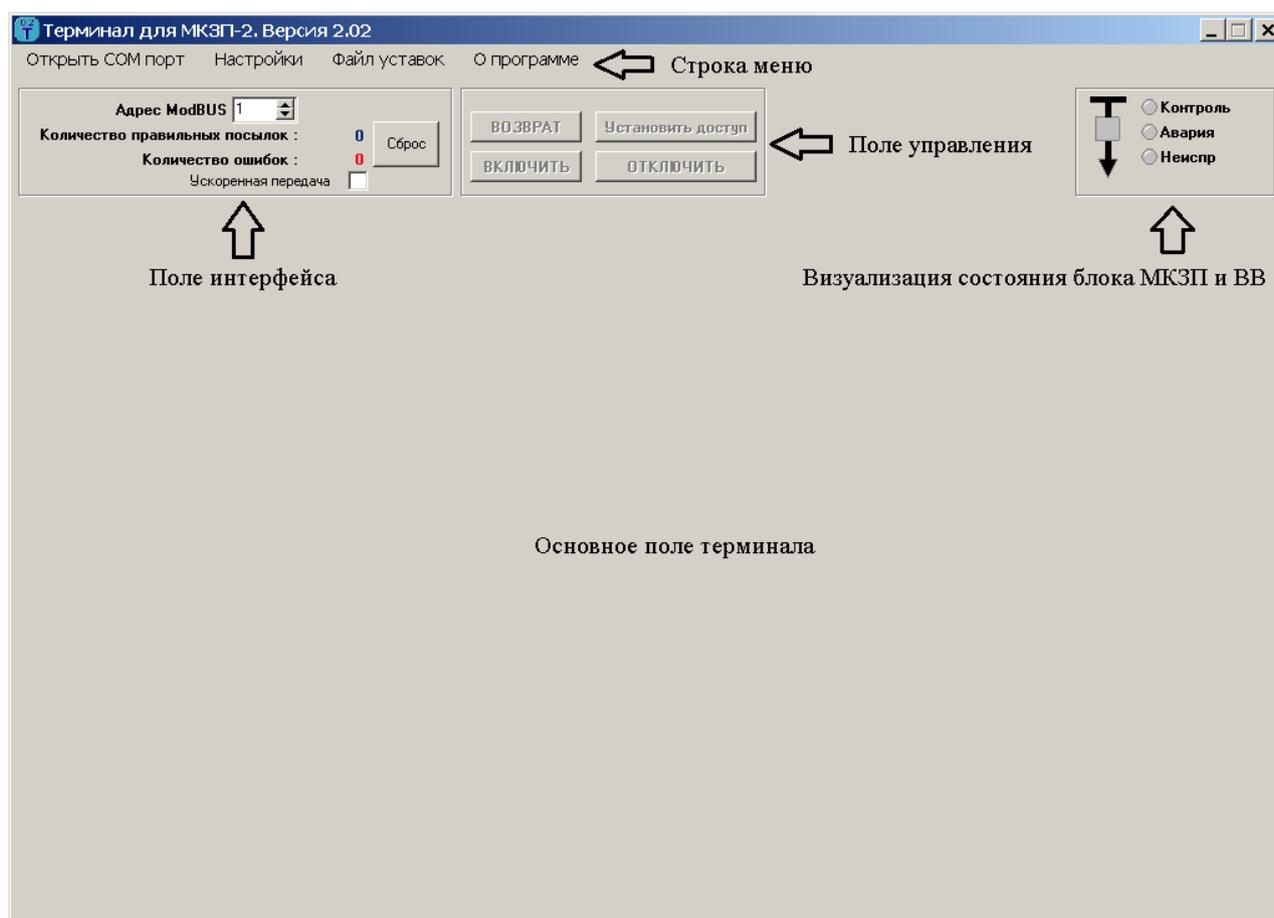
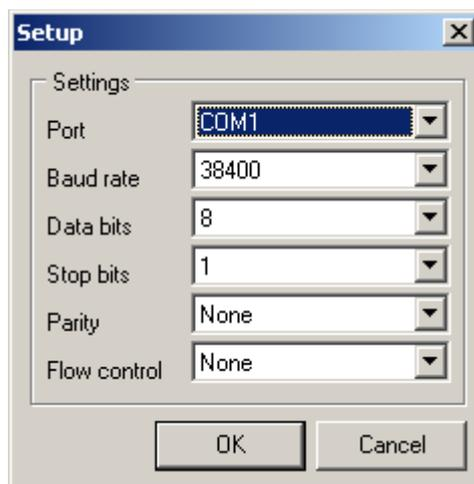
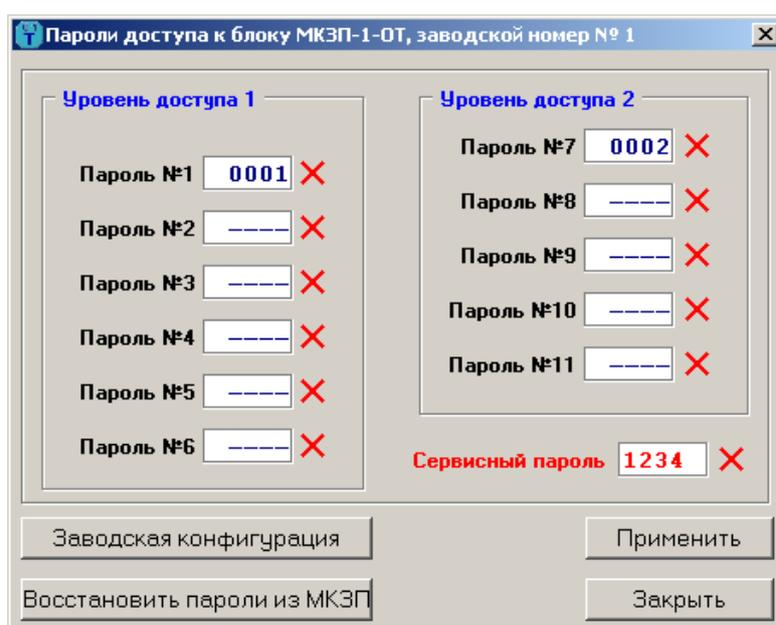

Рисунок 1. Главное окно после запуска программы
Рисунок 2. Окно настройки параметров связи
Рисунок 4. Окно задания паролей доступа
Программная оболочка терминала включает в себя главную форму (рисунок 1) с несколькими вкладками и несколько дополнительных форм (после запуска терминала, а также после закрытия СОМ порта «основное поле» терминала становится пустым).
- через ПК, подключив его к интерфейсу и запустив программу терминала (вкладка «Текущие параметры»). Скорость обмена данными в терминале устанавливается в дополнительной форме (рисунок 2) через меню «Настройки» (рисунок 1). Задание параметров COM порта разрешено только при закрытом COM порте. Открытие/закрытие COM порта также осуществляется через меню.
Для изменения пароля доступа необходимо в строке меню (рисунок 1) нажать «Пароли доступа» при установленной связи с блоком. Появится меню задания паролей для различных уровней доступа (рисунок 4). После задания паролей необходимо нажать кнопку «Применить».
В структуре терминала (рисунок 1) выделены основное поле, несколько верхних полей и строка меню. Некоторые элементы из строки меню доступны только при закрытом COM порте, а некоторые – только при открытом. Вкладки основного поля появляются только при установленной связи с блоком защиты.